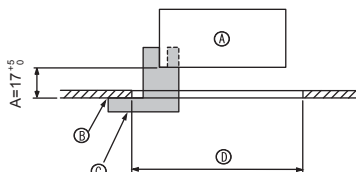

Fig. 6-2
①	Решетка	1	950 × 950 (мм)
②	Винт с привязной прокладкой	4	M5 × 0,8 × 25
③	Шаблон	1	(Поделен на четыре части)
④	Фиксатор	3
⑤	Винт	4	4 × 8
⑥	Винт	1	4 × 12
⑦	Угловая панель i-see sensor	1	для PLP-6BAE
6.2. Подготовка к установке вентиляционной решетки (Fig. 6-2)
- С помощью поставленного в комплекте шаблона ③ отрегулируйте и проверьте положение устройства по отношению к потолку. При неверном расположении устройства по отношению к потолку возможно прохождение воздуха или накопление конденсации.